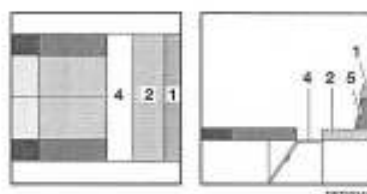
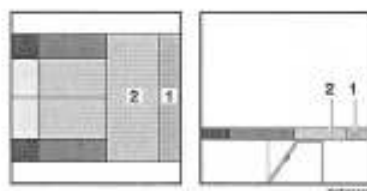

Fig. 89 Pendant la transformation
Fig. 90 Après la transformation
- Sortir le sommier à lattes (Fig. 89,4).
- Tirer le coussin d'assise (Fig. 90,2) vers la dînette centrale.
- Retirer le coussin supplémentaire (Fig. 90,1) du coussin de dossier (Fig. 89,5). Le coussin supplémentaire est fixé sur le coussin de dossier avec une bande velcro et peut être séparé facilement.